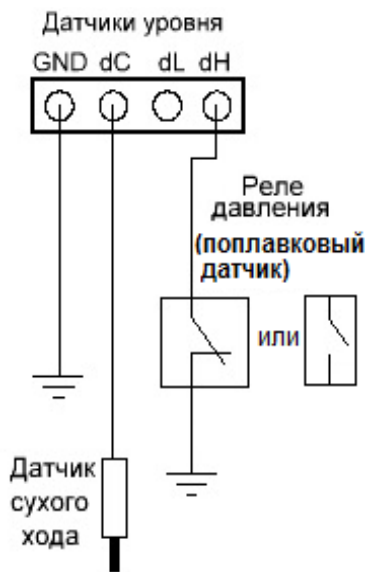

Рис.14
7.1.3 Алгоритм **A03**, реле давления или кабельный поплавковый датчик с замкнутым контактом при нижнем уровне, вход dL не подключается (рис.14).
7.1.4 Алгоритм **A04**, реле давления или кабельный поплавковый датчик с разомкнутым контактом при нижнем уровне, dL не подключается (рис.14).
7.2.3 Алгоритм **A07**, кабельный поплавковый датчик или реле давления с замкнутым контактом при нижнем уровне, dL не подключается, вход dC – перелив, рис.14.
7.2.4 Алгоритм **A08**, кабельный поплавковый датчик или реле давления с разомкнутым контактом при нижнем уровне, dL не подключается, вход dC – перелив, рис.14.